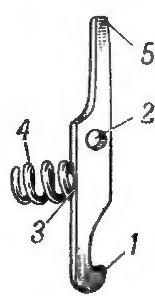

Рис. 18. Защелка спусковой скобы:
19. Защелка спусковой скобы (рис. 18) служит для крепления ударно-спускового механизма со ствольной коробкой. Она имеет: зуб, который засекает за выступ спусковой скобы, отверстие для оси, цилиндрическое